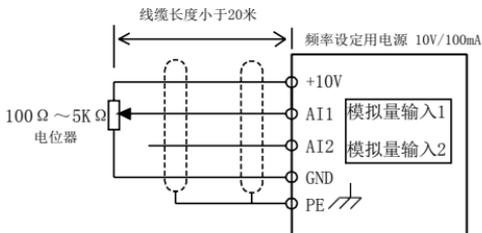
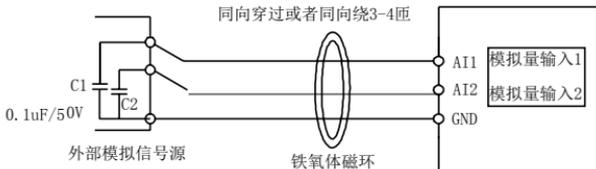

图 3-14 模拟量输入端子接线示意图
图 3-15 模拟量输入端子处理接线示意图
- 模拟电压信号特别容易受到外部干扰，所以一般需要用屏蔽电缆，而且接线距离尽量要短，应小于 20m，如图 3-14 所示。如果某些场合，模拟信号受到严重的干扰，无法正常使用，可以在模拟信号源侧加装滤波电容器或者铁氧体磁环，如图 3-15 所示。